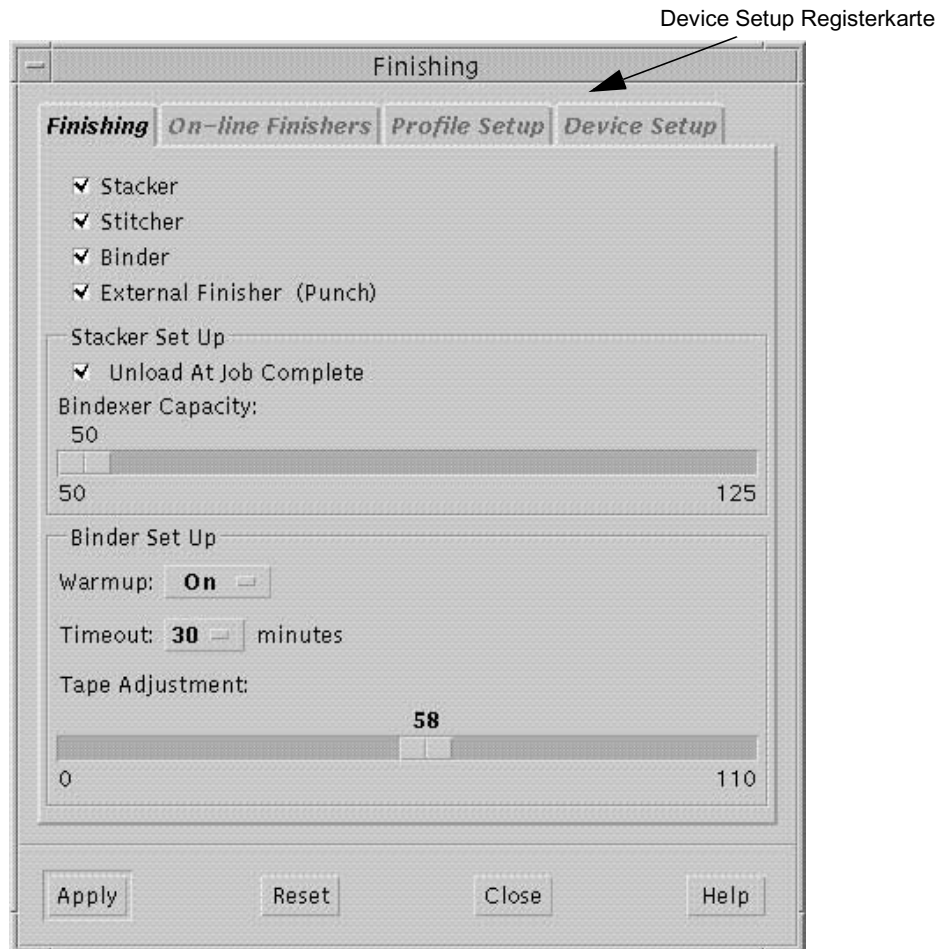

Abbildung 1-6: Die Device Setup Registerkarte im Fenster Finishing
Es erscheint das Fenster Finishing wie in Abbildung 1-6 gezeigt.
- 3 Klicken Sie auf die Registerkarte **Device Setup** (Gerät einrichten), wie in Abbildung 1-6 gezeigt.